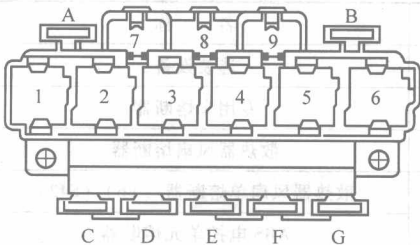

图 1-15 继电器支架（9 孔，仪表板驾驶员一侧 3 孔继电器支架后）
2) 位于 3 孔继电器支架后的 9 孔继电器支架如图 1-15 所示，其相关的说明如表 1-11 所示。